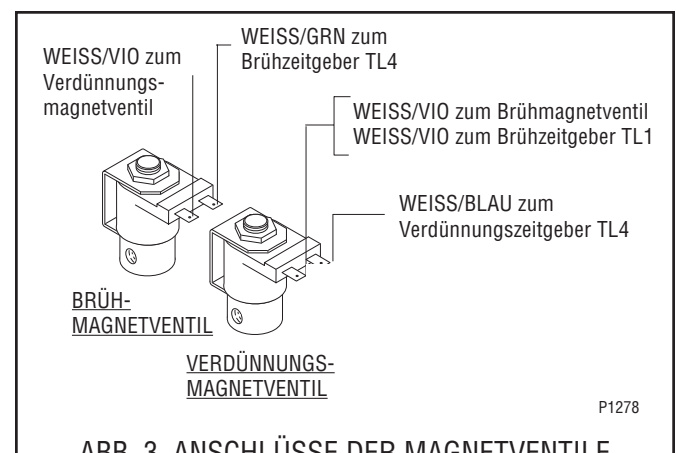

ABB. 3, ANSCHLÜSSE DER MAGNETVENTILE
10. Siehe Abb. 3 für den Wiederanschluss der Drähte.